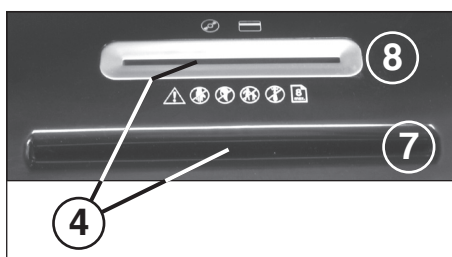

fig. 2
- 4 = Barrière lumineuse (marche avant) (fig. 2)**
- 7 = Fente d'introduction de papier (fig. 2)**
- 8 = Fente d'introduction de sécurité (fig. 2)**
Introduire du papier dans le bloc de coupe par la fente d'introduction pour papier (7) (fig. 2). Introduire un à un des **supports de données** (CD, DVD ou cartes de crédit) dans le bloc de coupe par la fente d'introduction de sécurité séparée (8) (fig. 2). La machine s'enclenche automatique en marche avant, aspire le matériel et se met automatiquement hors circuit dès l'opération de broyage terminée.